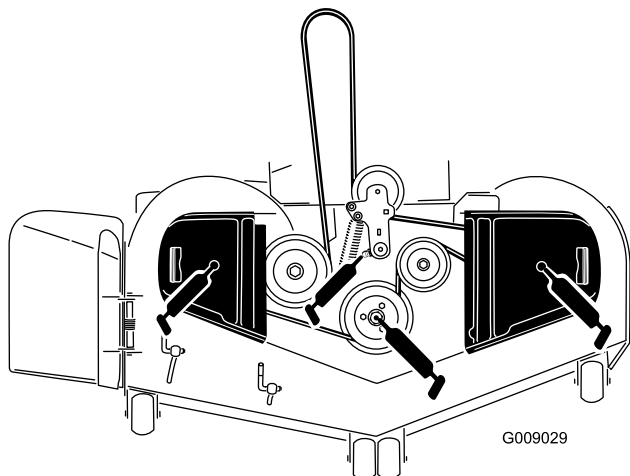

Figura 38
3. Engrase el pivote de la polea tensora de la carcasa del cortacésped hasta que salga grasa por el extremo inferior (Figura 38).
4. Engrase los 3 cojinetes de los ejes hasta que salga grasa de las juntas inferiores (Figura 38).
5. Engrase el brazo tensor de la correa de transmisión (Figura 38).